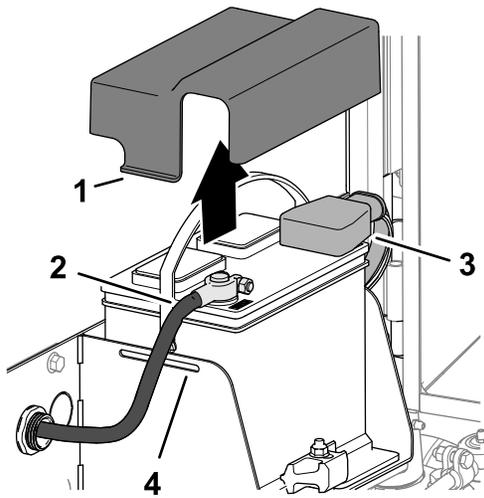

Figura 131
3. Premete i lati del coperchio della batteria e rimuovete il coperchio dal vassoio della batteria (Figura 131).